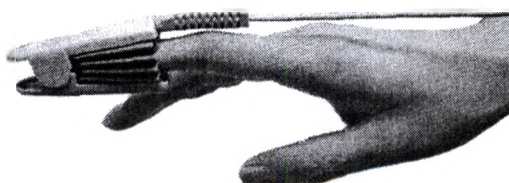

Рис. 9-3 Положение пальца для измерения SpO2
- 2) Вставьте указательный, средний или безымянный палец в датчик SpO2, как показано на рис. 9-3.